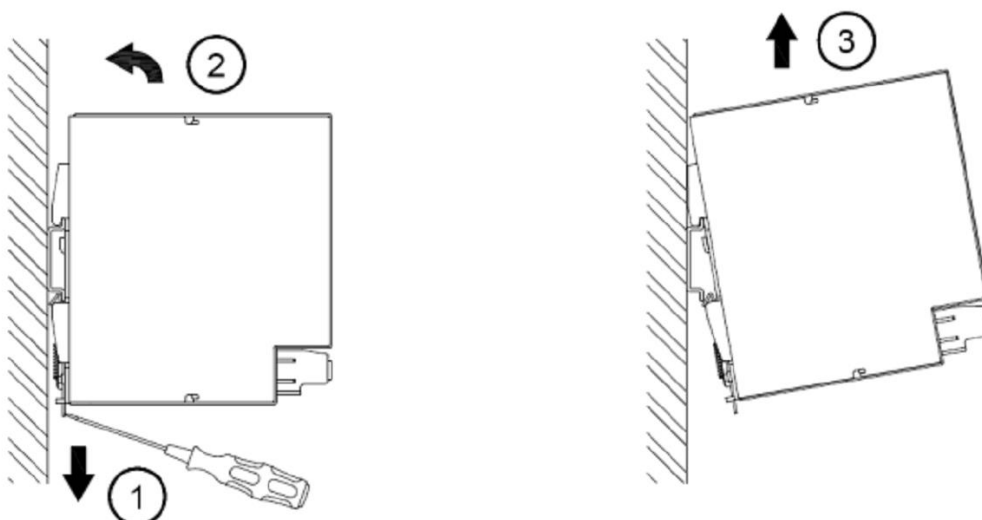

Рис.5. Снятие устройства с DIN-рейки.
4. Демонтаж устройства (Рис. 5)
Для демонтажа устройства вытащите в нижней части корпуса фиксирующую защёлку, см. рис.5. Затем приподнимите нижнюю часть корпуса и потяните весь корпус вверх, чтобы снять с DIN рейки.